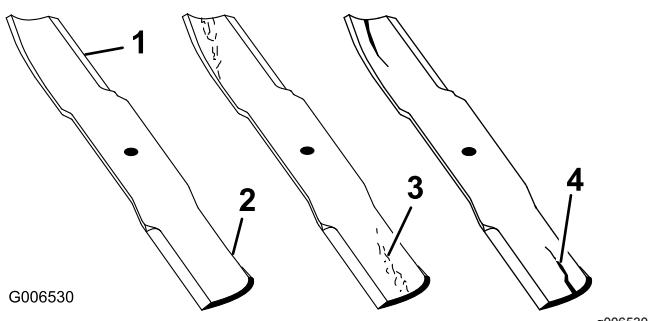

Рисунок 71
1. Осмотрите режущие кромки (Рисунок 71).
- При обнаружении признаков повреждения, износа или образования зазора в этой области немедленно замените нож (Рисунок 71).